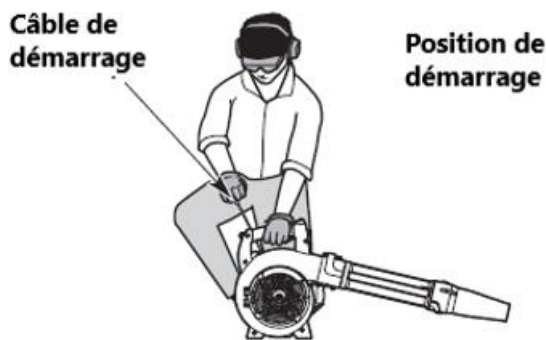

Fig. 11
5) N'appuyez PAS sur la manette des gaz. Accroupissez-vous en position de départ (Fig. 11).
6) N'appuyez PAS sur la manette des gaz. Tirez sur la corde de démarrage avec un mouvement contrôlé et régulier 3 à 5 fois pour démarrer le moteur (Fig. 11).